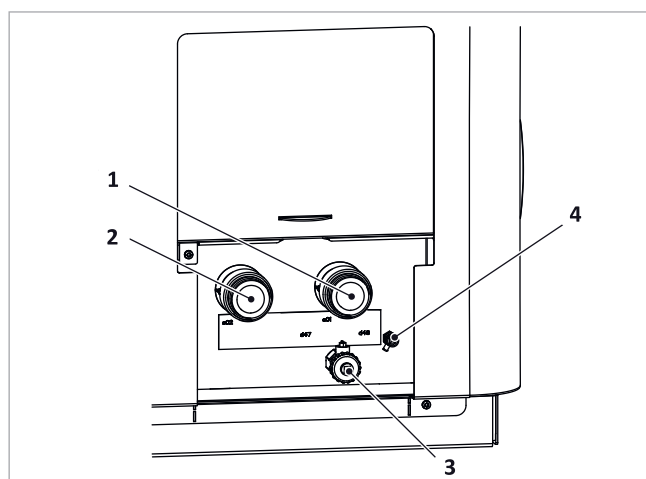

Fig. 18: SolvisLea: Attacco idraulico
2. Eliminare i gas del sistema della tubazioni della pompa di calore attraverso l'attivazione dello sfiato, vedi ➔ fig. 18 (4).